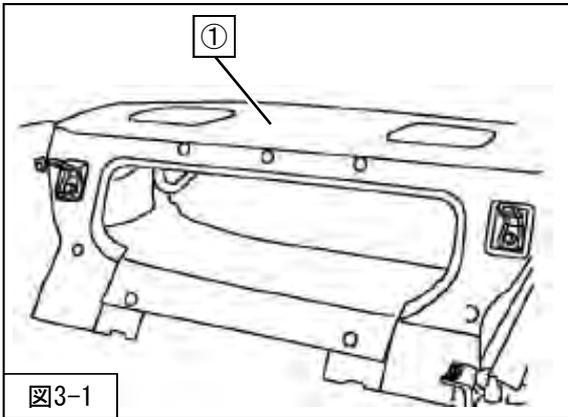

図3-1
1. ①リアパーセルシェルフフィニッシャーを取外してください。(図3-1)
- ①リアパーセルセルフフィニッシャーを車両に取付けてください。(図3-1)